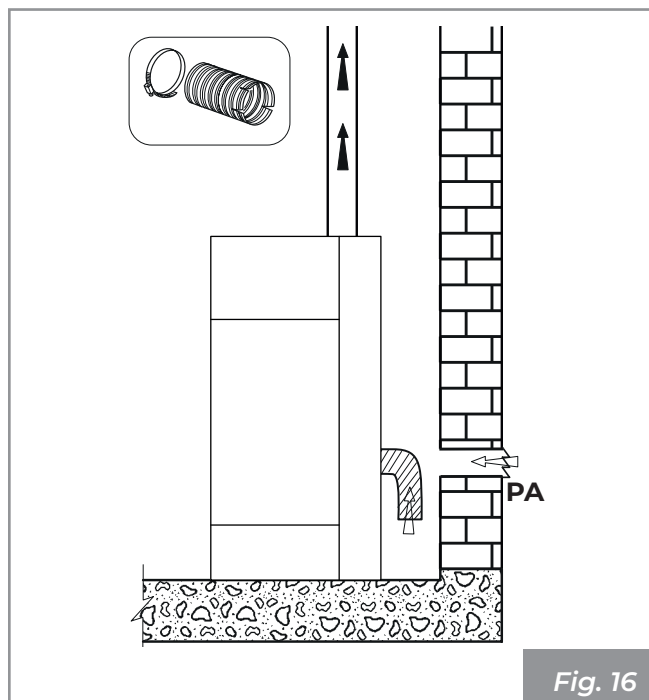

Fig. 16
- il peut provenir du lieu d'installation ou de pièces voisines (**Fig. 16**)
Réaliser la prise d'air sur la paroi (**Fig. 16 - PA = Air Intake**), et laisser l'appareil libre d'aspirer l'air dans la pièce, en prenant soin de raccorder le tuyau ondulé sur le tuyau d'entrée d'air, s'il est fourni, en le fixant avec le collier et en le pliant légèrement vers le bas afin de prévenir d'éventuels effets de résonance.